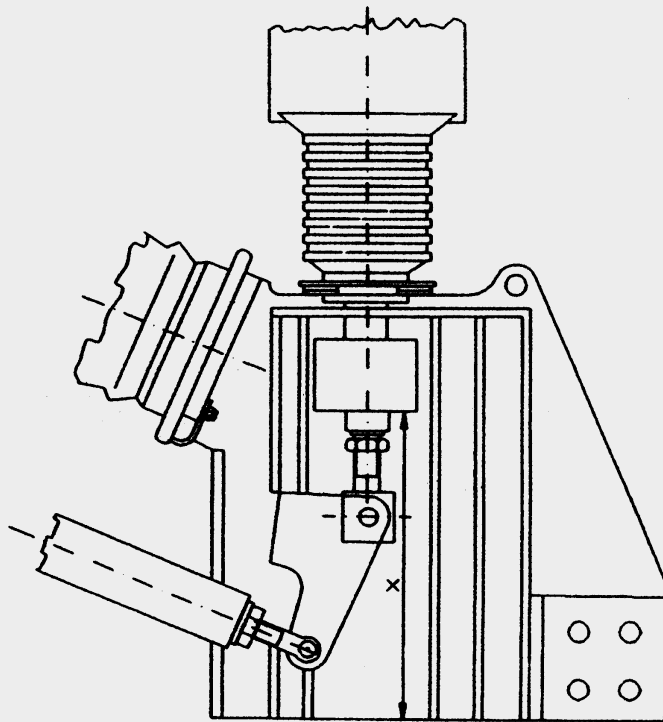

图10. 测量触头行程示意图
- 1、先拆下绝缘支杆，然后拧下上出线端与灭弧室联接的四条螺栓，同时拧下绝缘子压板与上出线联接的螺母。然后，卸下上出线（见图10）